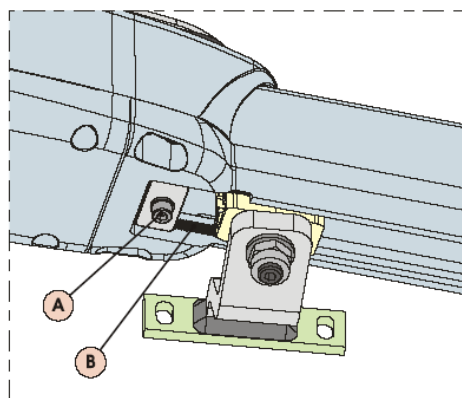

Рис. 17
- 3) Ослабить крепежный винт, рис. 17, поз. А. **Полностью винт не выкручивать!**
**ВНИМАНИЕ:** Пластина механического упора входит в зацепление с корпусом привода с помощью зубцов, рис. 17, поз. В. Если при регулировке возникает трудность в перемещении пластины, то необходимо ослабить крепежный винт, обеспечивая этим легкость перемещения. **ЗАПРЕЩАЕТСЯ ПРИКЛАДЫВАТЬ УСИЛИЕ!**